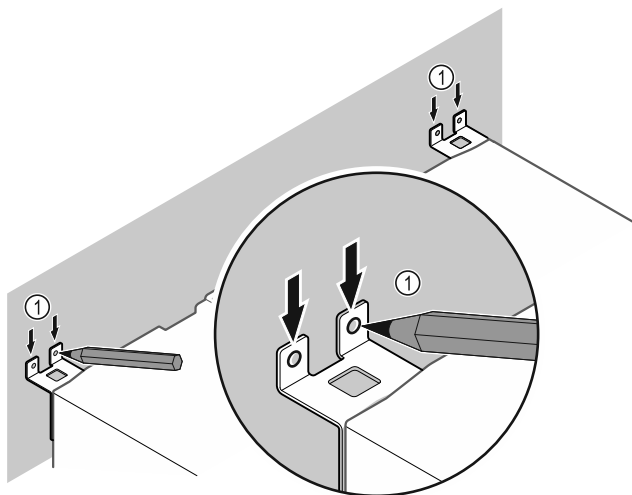

Fig. 51
- Apporre i contrassegni alla parete Fig. 51 (1).